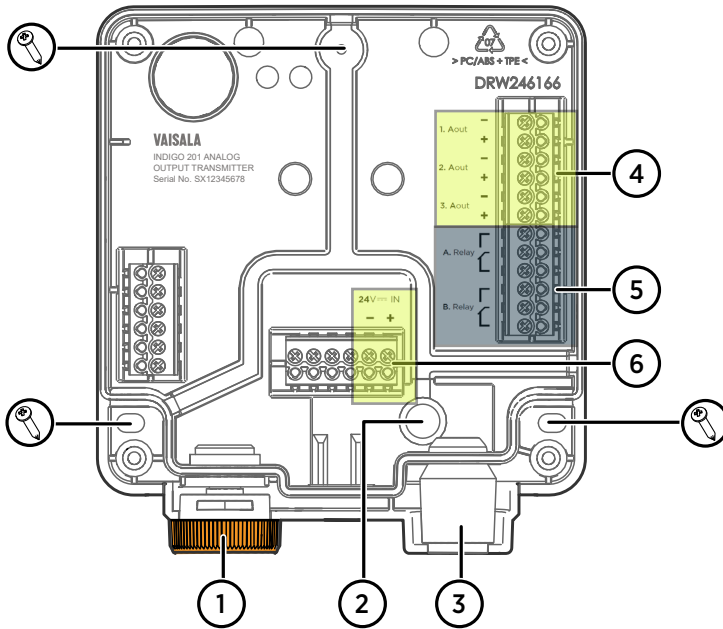

図 17 Indigo 201変換器基板の主要部品とネジの位置
5. 変換器基盤を取り付け面に配置し、3本のネジで基板を設置します。図 17 \(ページ 50\)に示されたネジの位置を参照してください。